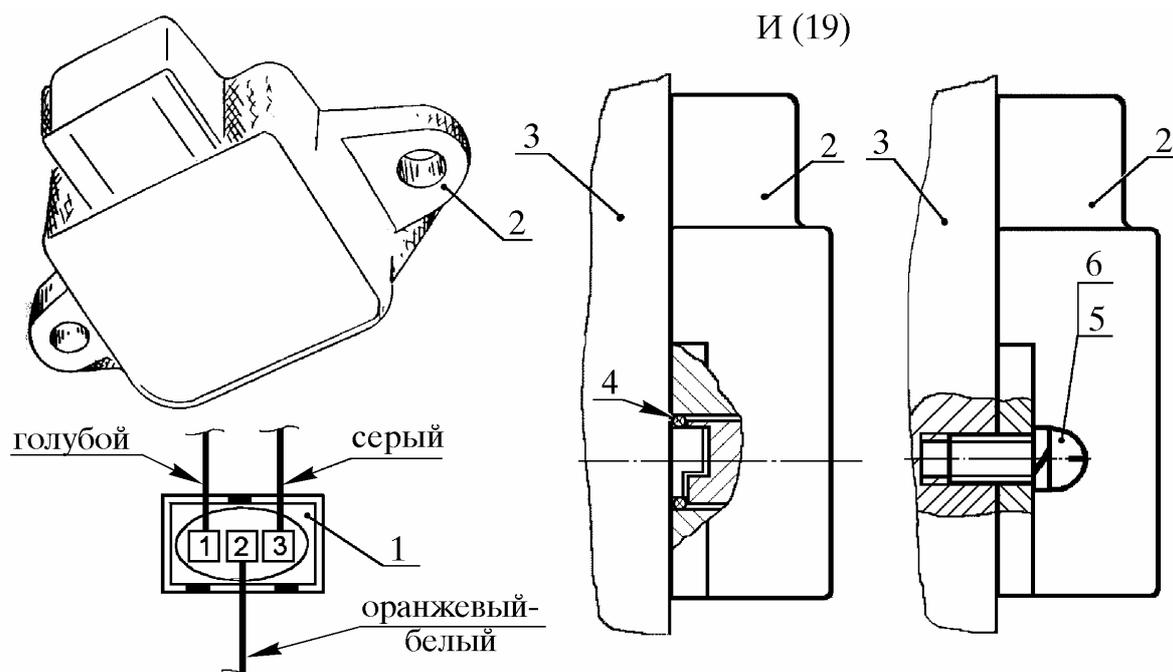

Рис. 32. Замена датчика положения положения дроссельной заслонки:
17.1. Отсоединить колодку 1 (рис. 32) соединительную жгута проводов КМСУД от розетки датчика 2 положения дроссельной заслонки.